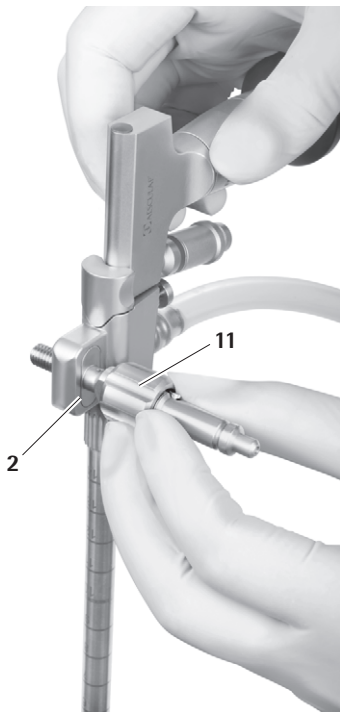

Рис. 18
- ▶ Вставить адаптер держателя 11 на выбор сбоку (справа/слева) в отверстие так, чтобы фланец вошел в предусмотренный паз 2, который служит для крепления держателя, см. Рис. 18.